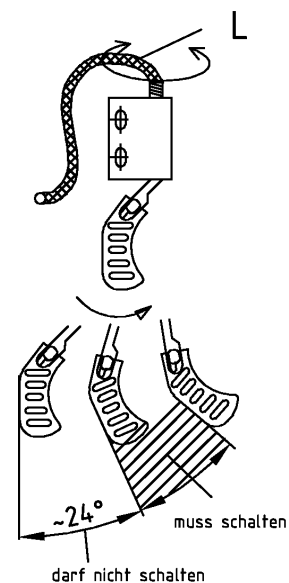

Bild 4. Schalterpunkt mit Test-Set 262 082 einstellen.
- Stellen Sie den Schalterpunkt ein, dazu klemmen Sie das Testgerät an die Einzeladern. Drehen Sie die Leitung **L** und bewegen Sie den Hebel. Am Test-Set erkennen Sie wann der Riegelschaltkontakt schaltet. (Bild 4)